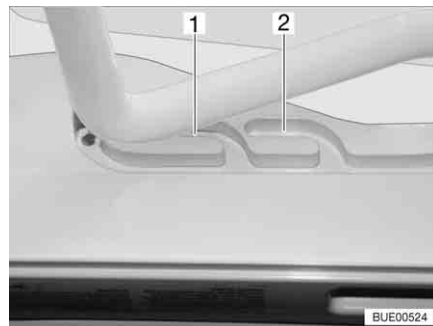
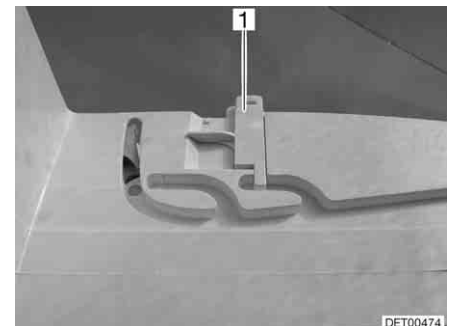

Fig. 62 Lanterneau Heki en position de ventilation
Fig. 63 Verrouillage position de ventilation
Il est possible d'amener le lanterneau Heki en deux positions de ventilation : Position pour mauvais temps (Fig. 62,1) et position intermédiaire (Fig. 62,2). Selon l'équipement, il est possible de verrouiller le lanterneau en position intermédiaire avec les deux verrous (Fig. 63,1) à gauche et à droite du cadre du lanterneau.
- Pousser légèrement l'étrier vers le haut, le pousser dans la glissière choisie (Fig. 62,1 ou 2) et le verrouiller si nécessaire.